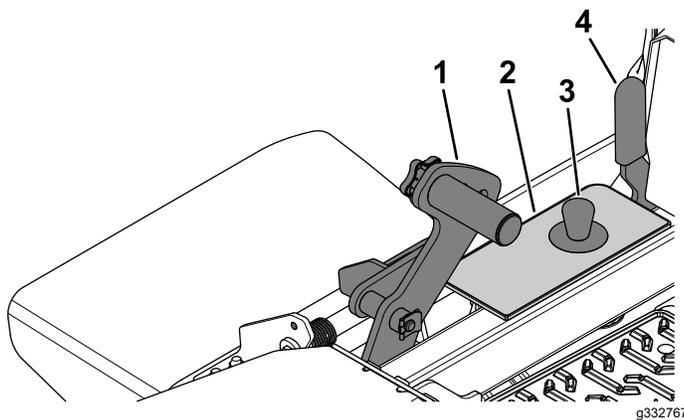

Bild 29
1. Drücken Sie auf das Mähwerkhubpedal ganz nach vorne und heben Sie das Mähwerk in die TRANSPORTSTellung an (d. h. die Schnitthöhe von 140 mm), wie in Bild 29 dargestellt.
2. Entfernen Sie den Splint zum Einstellen der Schnitthöhe aus der Schnitthöhenhalterung (Bild 29).
3. Wählen Sie ein Loch in der Schnitthöhenhalterung, das der gewünschten Schnitthöhe entspricht, und stecken Sie den Lastösenbolzen wieder ein (Bild 29).